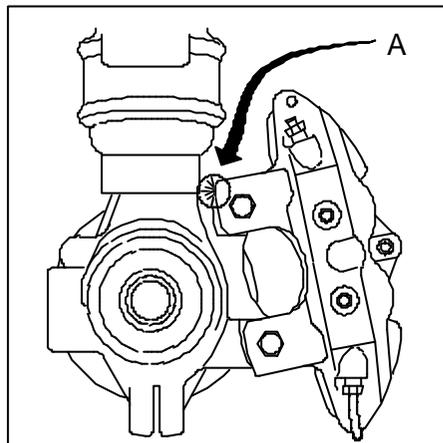

Fig. 1
- ▶ Afin de garantir un alignement correct de l'étrier et du disque de freins avant, il est **impératif** de vérifier que la fixation supérieure de l'étrier de freins ne vienne pas chevaucher en **A** (Fig. 1) l'usinage sur le pivot prévu à cet effet.